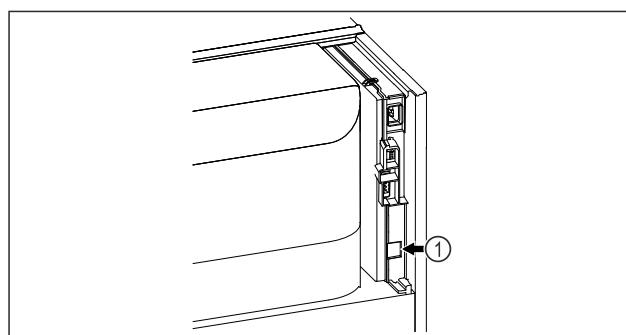

Fig. 147
- SmartModule Fig. 147 (1) ist eingesetzt.